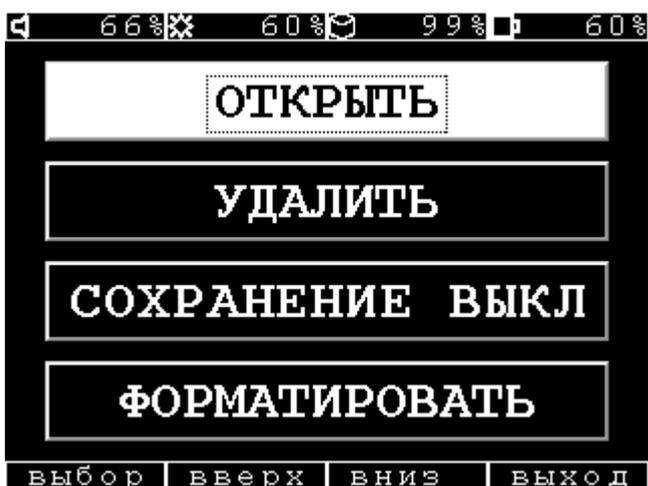

Рис. 3.11 – Работа с файлами
- в) нажать кнопку «СОХРАНЕНИЕ ВЫКЛ» (Рис. 3.11), она поменяется на «СОХРАНЕНИЕ ВКЛ» и произойдет возврат к главному меню;